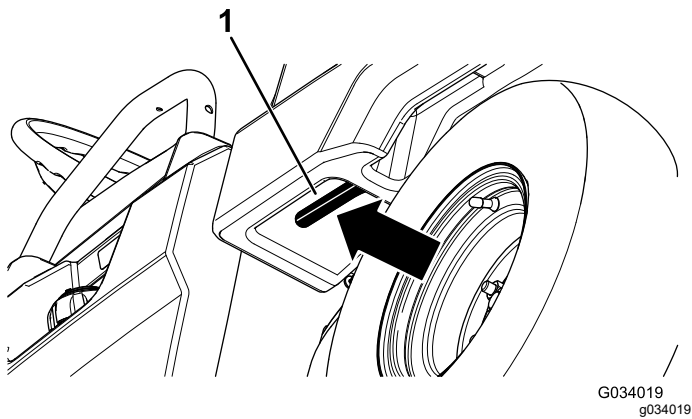

図 15
- 荷台内側左にあるレバーを引いて荷台を持ち上げる **図 15**。
1. 荷台内側左にあるレバーを引いて荷台を持ち上げる 図 15。
1. ラッチバーを引き上げて荷台を少し持ち上げる 図 15。